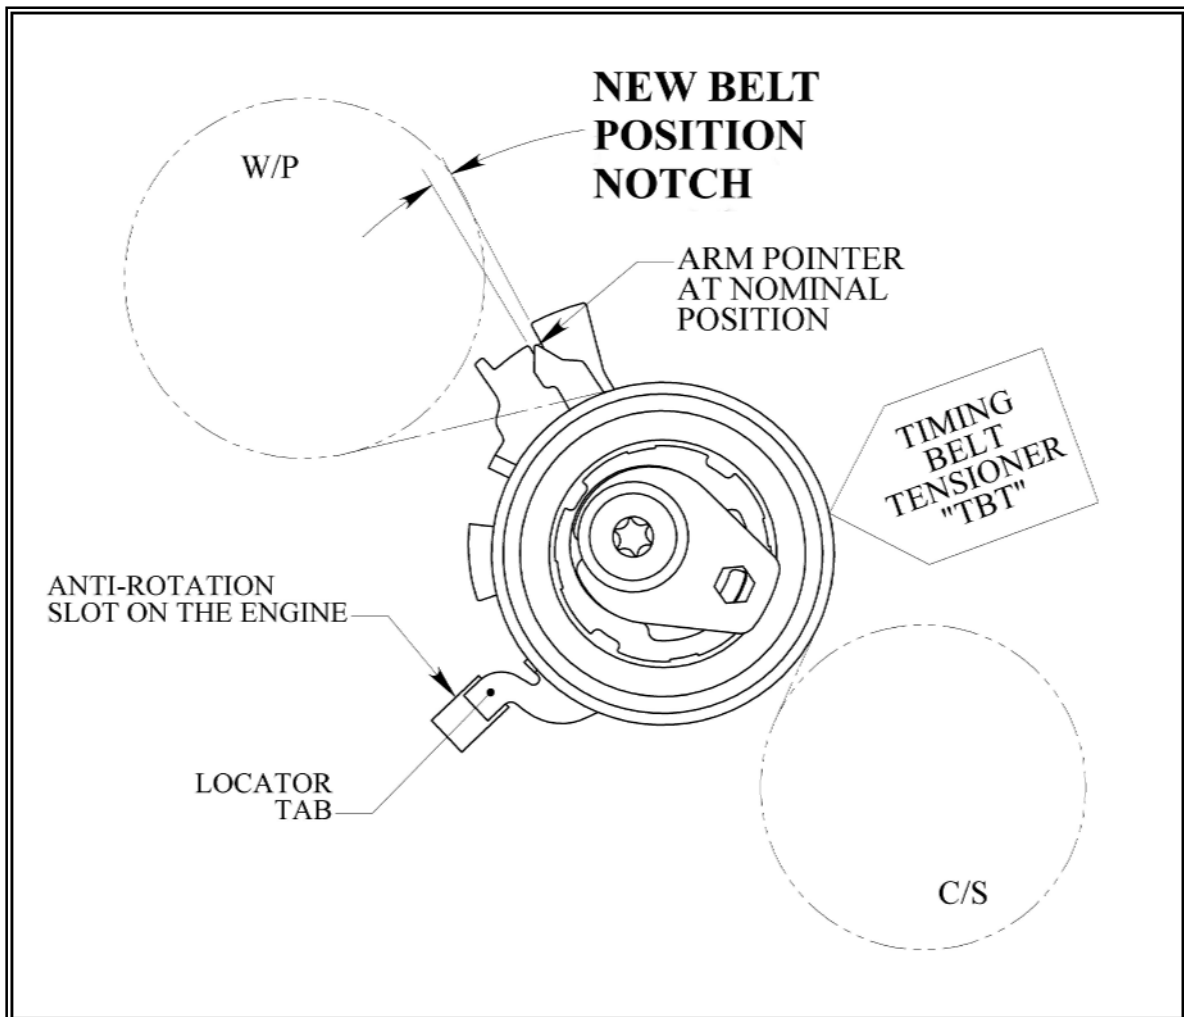

Bild 9: Armzeiger kommt über Kerbe „Nominalposition“ zum Liegen
Sollte der Bewegungszeiger mit der Kerbe des neuen Riemen übereinstimmen, ist die Installation beendet (Siehe Bild 9).
13. Drehen Sie den Installationsschaft mit dem Sechskantschlüssel bis der Zeiger mit der Kerbe „New Belt - Position“ übereinstimmt (Siehe Bild 9).